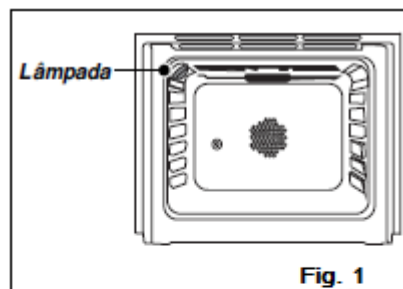

Fig. 1
Acerte a hora em 0:10 e valide (fig. 1).
Para beneficiar da quantidade de calor já existente no forno e economizar energia: faça uma pirólise após a cozedura. Retire os acessórios do forno e a sujidade mais importante. Certifique-se de que o programador esteja a indicar a hora atual e que não esteja a piscar (fig. 1).
O símbolo de fim de cozedura  pisca para indicar que a regulação é então possível (fig. 1).
**No interior do forno (fig. 1).**